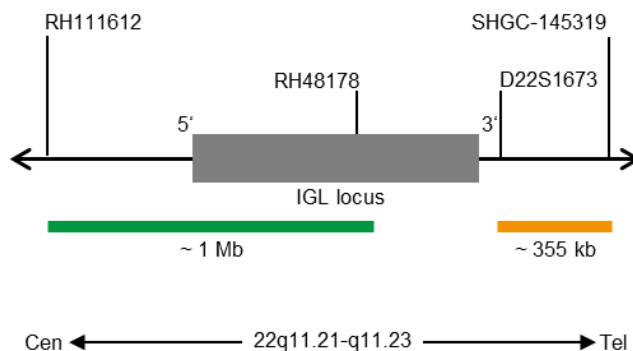

Fig. 1: SPEC IGL Mappa della sonda (non in scala)
- Polinucleotidi (~10.0 ng/μl), marcati con ZyGreen (eccitazione 503 nm/emissione 528 nm), le cui sequenze target mappano 22q11.21-q11.22* (chr22:21,931,816-22,942,402) prossimali al punto di rottura di IGL (vedere Fig. 1).
- Polinucleotidi (~4.5 ng/μl), marcati con ZyOrange (eccitazione 547 nm/emissione 572 nm), le cui sequenze target mappano in 22q11.22-q11.23* (chr22:23,324,781-23,679,042) distali al punto di rottura di IGL (vedere Fig. 1).